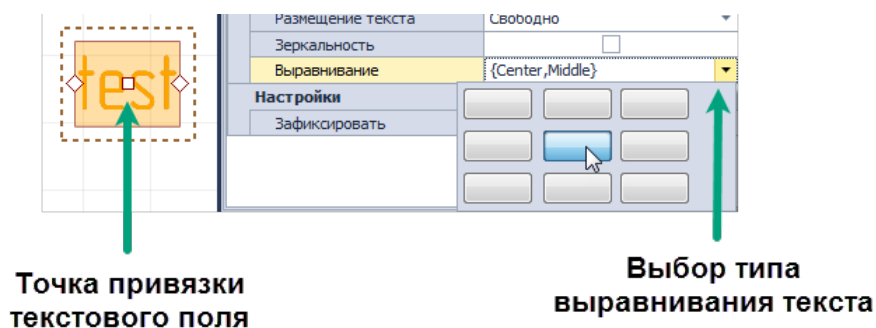

Рис. 401 Выравнивание текста
- Пункт «Выравнивание», поле «Текст» - выравнивание текста в текстовом поле, см. Рис. 401. Также при выборе типа выравнивания текста, для поля устанавливается точка привязки текстового поля.